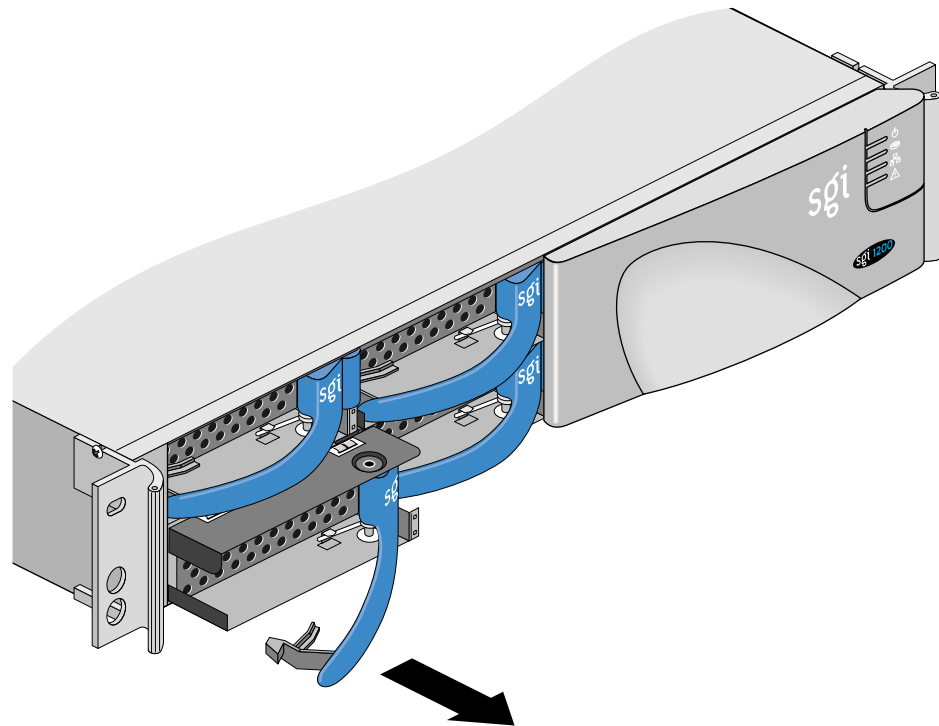

Figura 4-4 Remoção de uma unidade de disco rígido
- Deslize o disco rígido para fora; consulte a Figura 4-4.